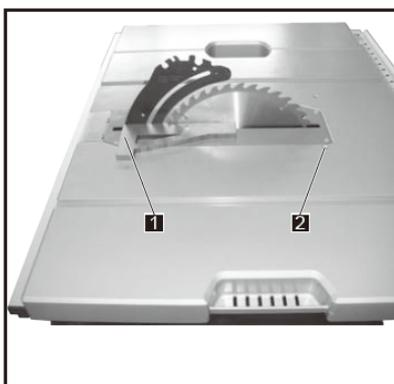
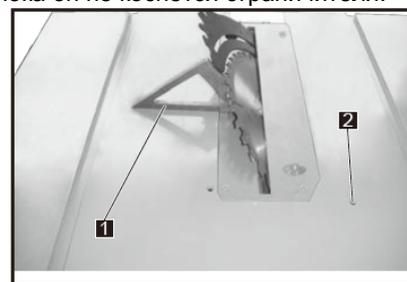

Рис. 27
Рис. 28
6.7 Регулировка упоров для наклона на 45° и 90° (Рис. 27-Рис. 28)
Упор для наклона на 90° (Рис. 27)